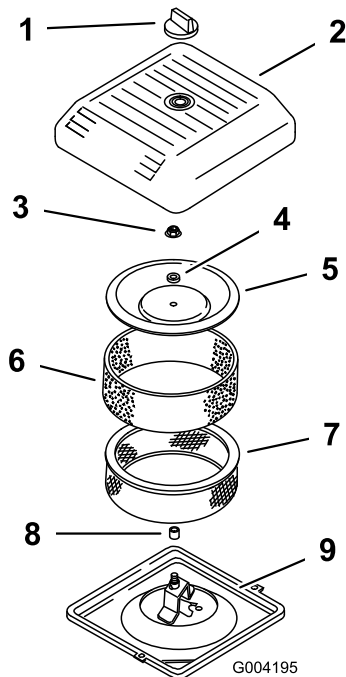

Bild 17
2. Schrauben Sie das Handrad los und entfernen Sie die Luftfilterabdeckung (Bild 17).
3. Schieben Sie den Schaumvorfilter vorsichtig vom Papiereinsatz herunter (Bild 17).
4. Schrauben Sie die Abdeckungsmutter ab und nehmen Sie die Abdeckung und den Papiereinsatz ab (Bild 17).
2. Schieben Sie den Luftfilter auf das Luftfilterunterteil (Bild 17).
3. Setzen Sie die Abdeckung und das Distanzstück auf und befestigen Sie sie mit der Flügelmutter (Bild 17). Ziehen Sie die Schraube mit 10,7 Nm an.
4. Setzen Sie die Luftfilterabdeckung ein und befestigen Sie sie mit dem Handrad (Bild 17).